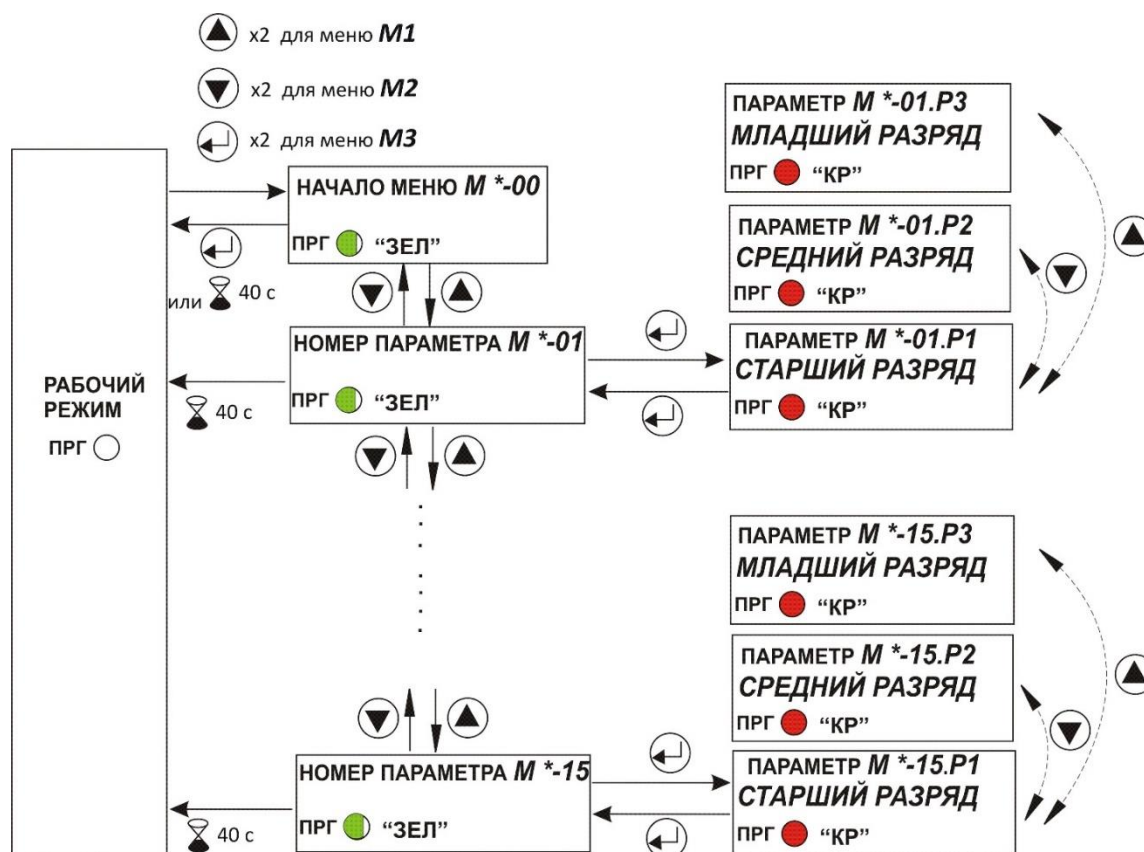

Рисунок 10 –Схема работы режима индикации параметров
1.11.3 Обобщенная схема режима индикации параметров приведена на рис.10. Обозначение на схеме **M*** соответствует **M1**, **M2** или **M3**, в зависимости от выбранного меню.